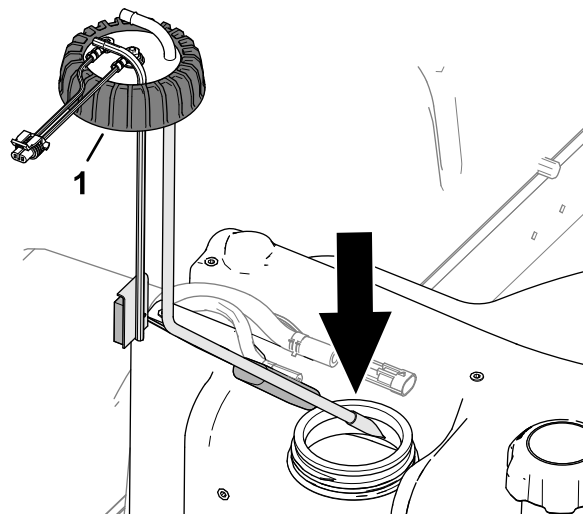

図 93
2. 燃料供給チューブとフロートを燃料タンク内部に注意深く取り付ける 図 93。